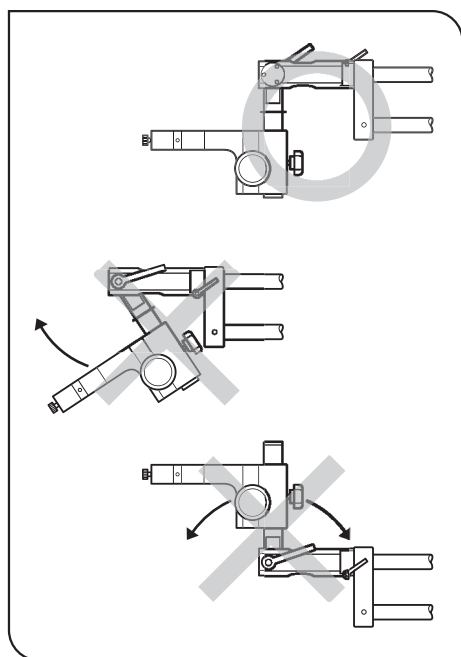

Fig. 13
4. Cuando el microscopio montado tenga una cámara de TV o una unidad de fotografía acoplada, no incline el cuerpo del microscopio. Dado que el microscopio es pesado y el centro de gravedad del sistema se encuentra alto, si afloja la palanca de fijación, el microscopio podría girar repentinamente, provocando daños en la cámara de TV, la unidad de fotografía o el cuerpo del microscopio. (Fig. 13) (Para ver este método de funcionamiento, consulte la página 13.)